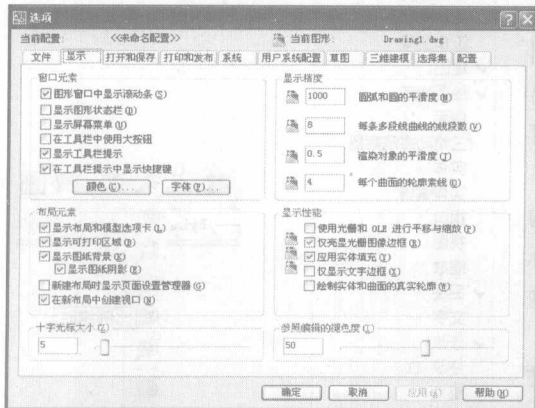

图 1-5 “显示”选项卡
- Step 02** 打开“显示”选项卡,如图 1-5 所示。
- Step 01** 在图 1-5 所示的“显示”选项卡中拖动“十字光标大小”区的滑块,或在文本框中直接输入数值。